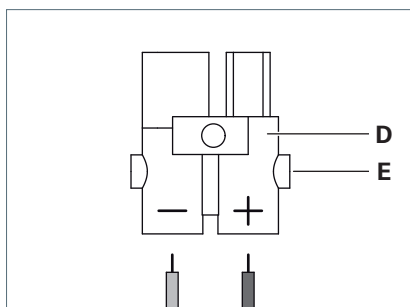

Fig. 4: Affectation des connecteurs.
- ▶ Dévissez les deux vis **E** de la fiche **D**, voir Fig. 4.